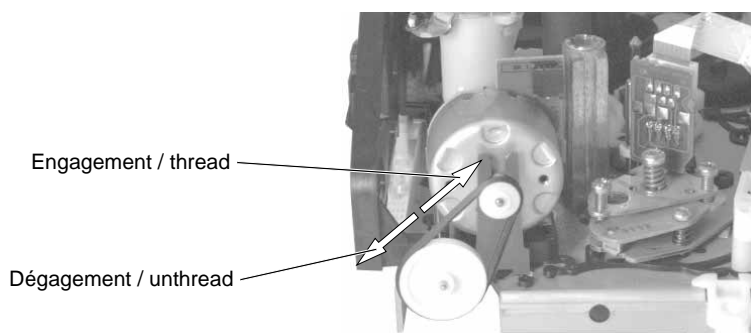
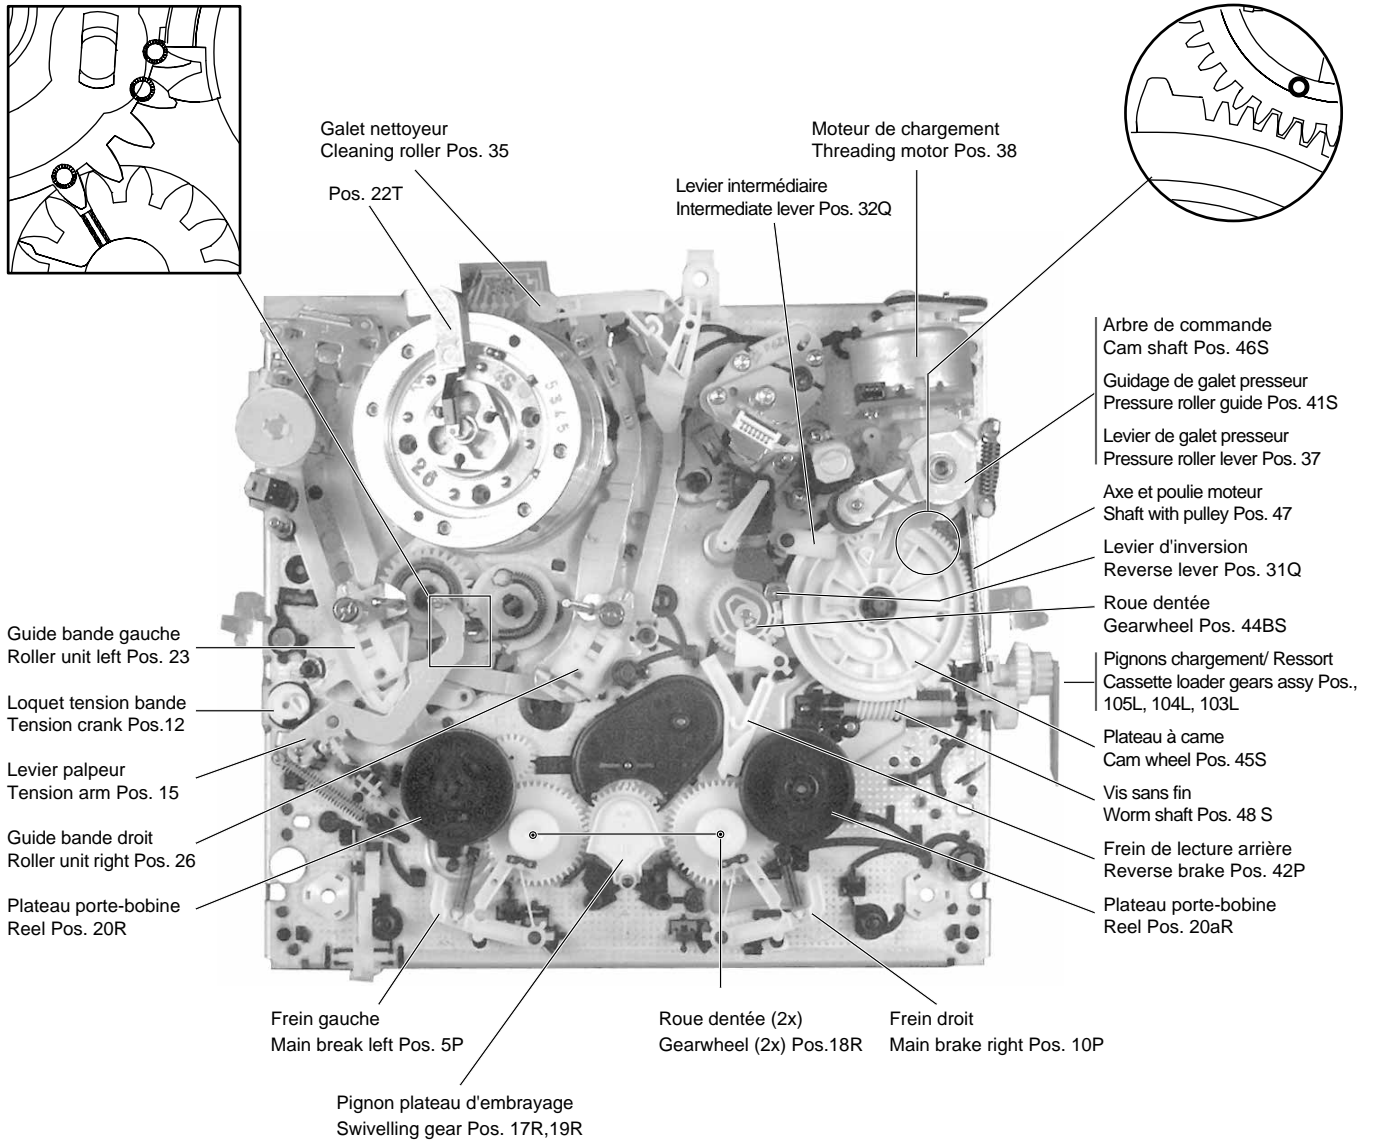
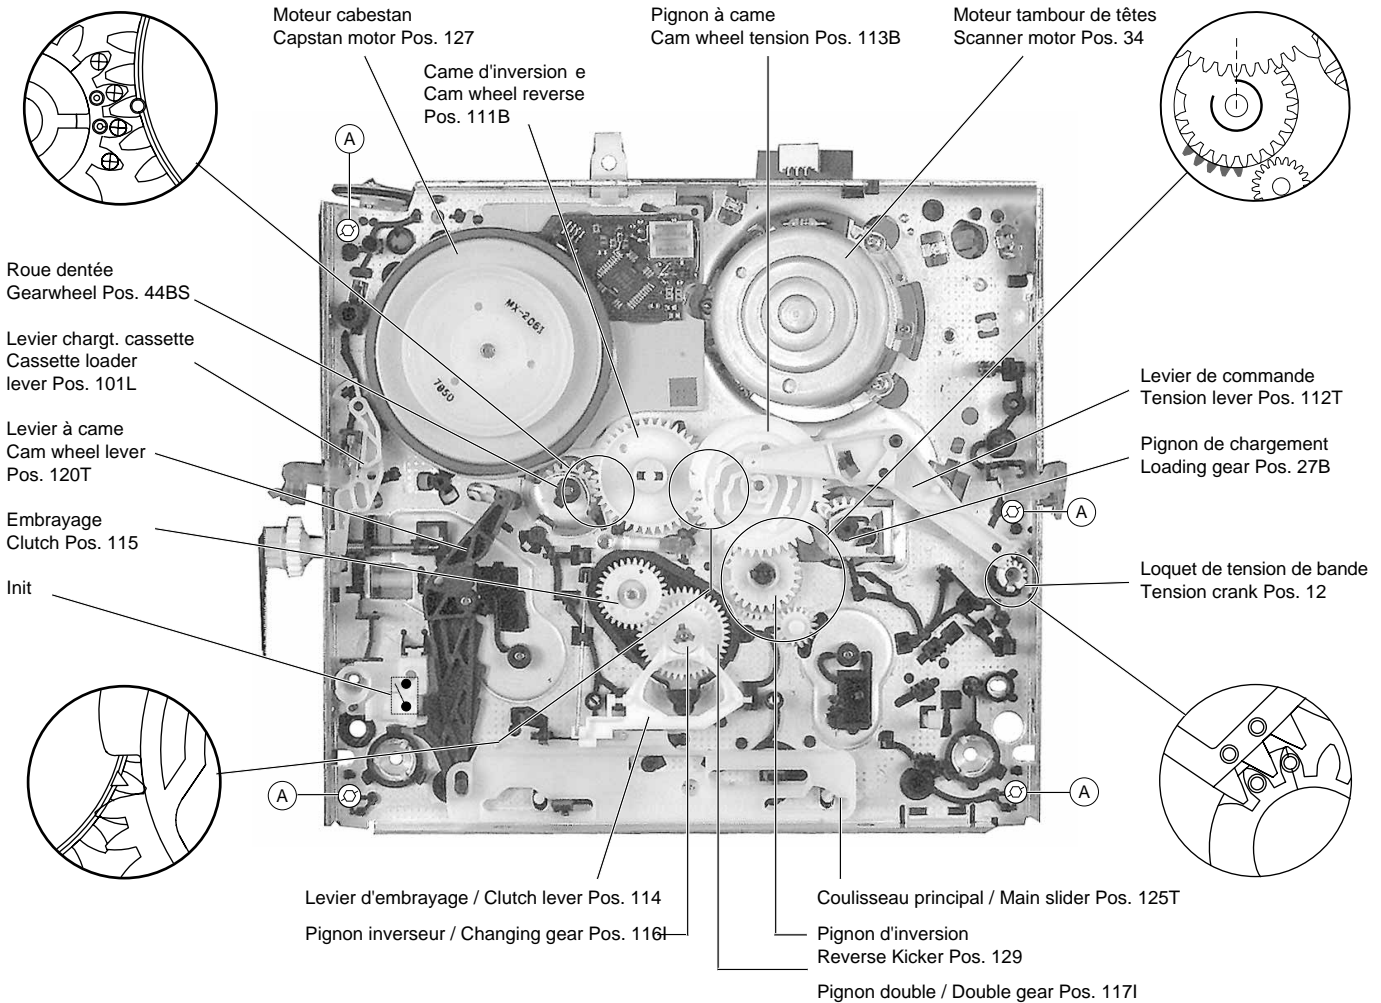
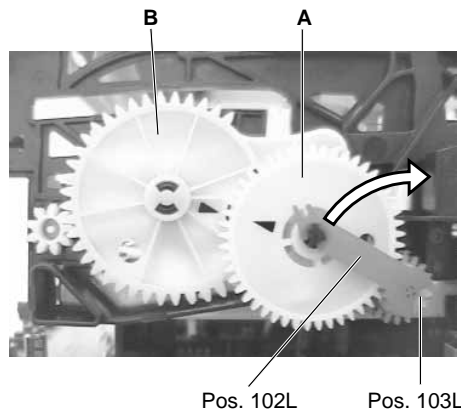

Fig. 3
Fig. 4
Fig. 5
Fig. 6
- Tourner le moteur de chargement dans le sens contraire des aiguilles d'une montre (Fig. 3), jusqu'à la position basse du logement de cassette.
Si en appuyant sur la touche "Eject" la mécanique ne dégage pas la bande et n'éjecte pas la cassette, il est possible d'effectuer manuellement l'opération. Il suffit de tourner l'axe du moteur de chargement (Fig. 3). Pour éviter que la bande ne forme des boucles, actionner simultanément le moteur cabestan (Pos. 127, Fig. 5) dans le sens inverse des aiguilles d'une montre jusqu'à ce que la cassette soit entièrement rembobinée.
- Turn the threading motor (Fig. 3) until the cassette compartment is down.
If the tape deck does not unthread and eject the cassette by pressing the Eject button this function can also be effected manually by turning the driving gear at the threading motor (Fig 3). To avoid slackening of the tape, turn the capstan motor (counterclockwise, Pos. 127, Fig. 5) and the driving gear alternately until the tape is completely wound up in the cassette.
Ci-après sont représentées en détail les pièces marquées et positionnées pour le montage des parties supérieures et inférieures (Fig. 4, Fig. 5).
The following diagrams show in detail the marked components and their correctly aligned position on the top and bottom side (Fig. 4, Fig. 5).
- Tourner le moteur de chargement dans le sens "engagement de bande" (Fig. 3) jusqu'au déverrouillage du pignon (Pos. 103L, Fig. 6).
- Défaire le clip (Pos. 102L) de l'axe du pignon "A" (Fig. 6).
- Dévisser les 4 vis de fixation (A) (Fig. 5) du compartiment cassette sur la face inférieure de la mécanique.
- Turn the driving gear of the threading motor in the "threading" direction (Fig. 3) until the gearwheel (Pos. 103L, Fig. 6) disengages.
- Release the bracket (Pos. 102L) from the shaft of gearwheel "A" (Fig. 6).
- Unscrew the 4 screws (A) (Fig. 5) on the underside of the cassette compartment.
- Logement de cassette en position basse et pignon "A" (Fig. 6) engagé.
- Remarque:** Lorsque les pignons d'ascenseur de cassette (A et B, Fig. 6) sont pourvus de flèches de marquage celles-ci doivent coïncider.
- Fixer le logement de cassette avec les 4 vis inférieures (A) (Fig.5).
- Verrouiller le clip (Pos. 102L) sur l'axe du pignon "A" (Fig. 6).
- Cassette compartment down, gearwheel "A" (Fig. 6) engaged.
- Note:** For video recorders which are fitted with cassette lift gear wheels (A and B, Fig. 6) marked with arrows, the arrows must show towards each other.
- Fasten the cassette compartment with the 4 screws (A) (Fig. 5) at the bottom.
- Place the bracket (Pos. 102L) onto the shaft of gearwheel "A" and lock it in (Fig. 6).